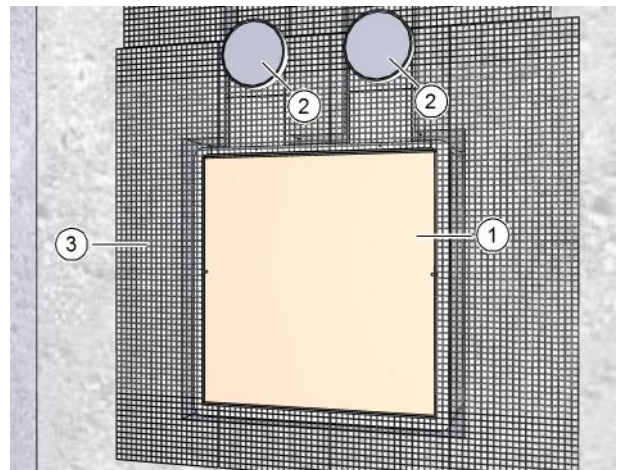

Abb. 27: Mauerkasten im Innenbereich einputzen
- ▶ Achten Sie darauf, dass der Putzschutzdeckel (Pos. 1 in Abb. 27) im Mauerkasten sitzt.
- ▶ Kleben Sie die Auslässe für Abluft und Zuluft mit Klebeband ab (Pos. 2 in Abb. 27).
- ▶ Bringen Sie das Putzgewebe M-WRG-PG (Pos. 3 in Abb. 27) auf den Mauerkasten und die Massivwand an.